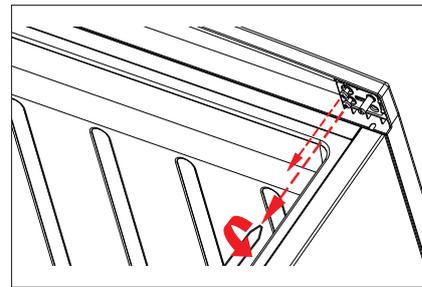

Fig. 5
- ▶ Løsn begge skruer på øverste hængsel med en stjerneskruetrækker (fig. 5).